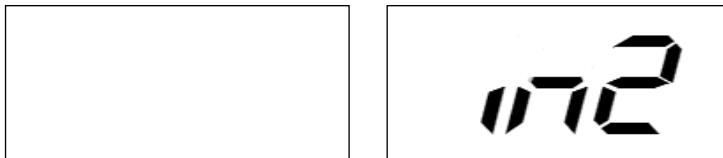

图 F6.4 输入平衡块 W 位置
6) 如果角度大于 120 度，机器将显示如图 F6.2 所示信息一秒钟并有一声鸣音提示需另选一个位置。如果角度小于 120 度，机器将显示如图 F6.4 所示信息允许进入下一步操作。